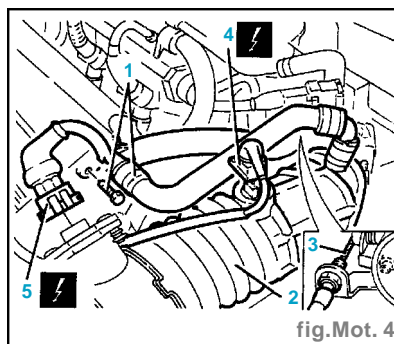

fig. Mot. 4
- Dévisser et déconnecter le convoyeur de remise en circulation des vapeurs d'huile du cache-culbuteurs (1) (fig. Mot.4).